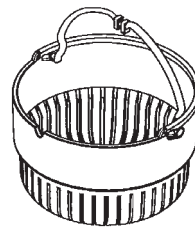

fig. 21
**8 – KÖRBCHEN (Fig. 21)** Das Körbchen hat eine doppelte Funktion: